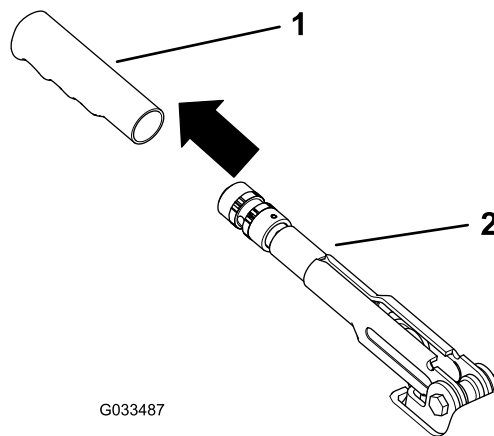

図 56
1. 駐車ブレーキレバーのゴム製グリップをはずす 図 56。
5. 駐車ブレーキレバーにゴム製グリップを取り付ける 図 56。